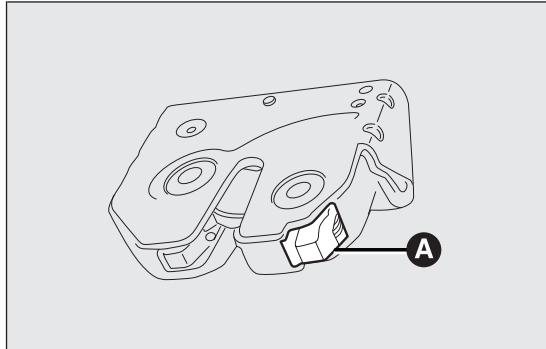

Abb. 55
- zum Öffnen der mechanischen Verriegelung der Heckklappe, den Hebel A Abb. 55 vom Kofferraum aus betätigen.